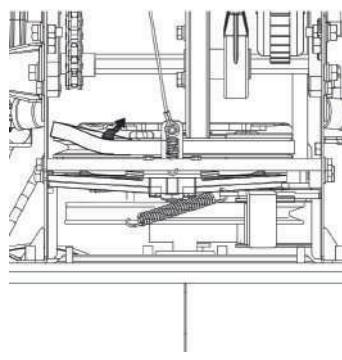

Рис. 33
5. Снимите приводной ремень со шкива и вставьте его между фрикционным колесом и диском фрикционного колеса. См. рисунок 33.